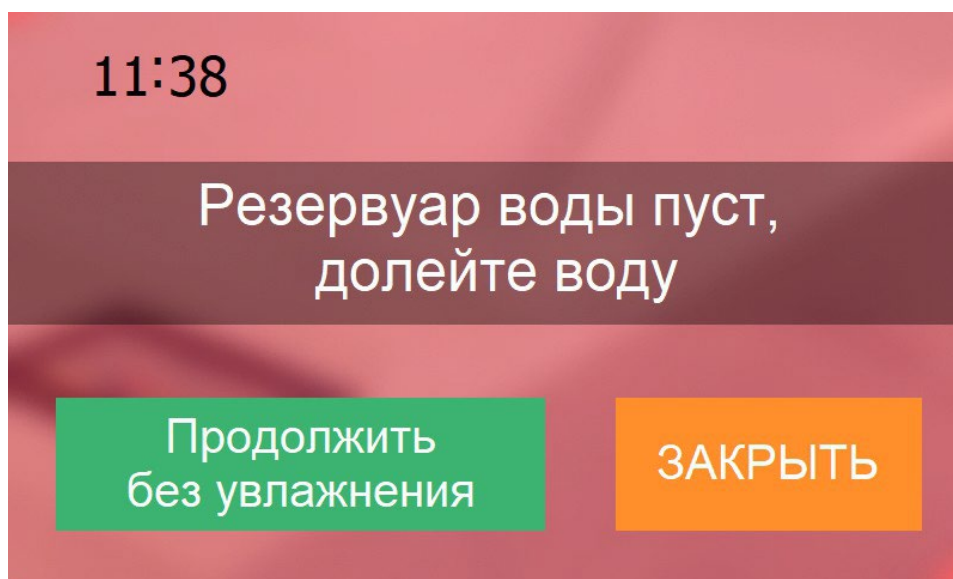

Рисунок 9.
7.8. На дисплее появится надпись, что резервуар пуст (Рисунок 9). Залейте в бачок около 5 л **дистиллированной** воды. После заполнения системы надпись исчезнет и ванна будет готова к работе. **Запрещается наливать в бачок обычную водопроводную воду.** По мере расхода воды во время процедуры уровень воды в бачке будет падать. Поддерживайте уровень воды в бачке.